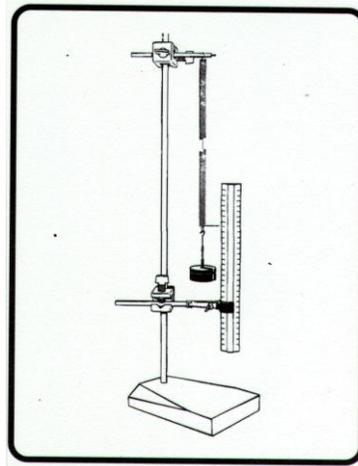

Figura 2.1
- 1.-Arme el equipo como se muestra en la Figura 2.1.